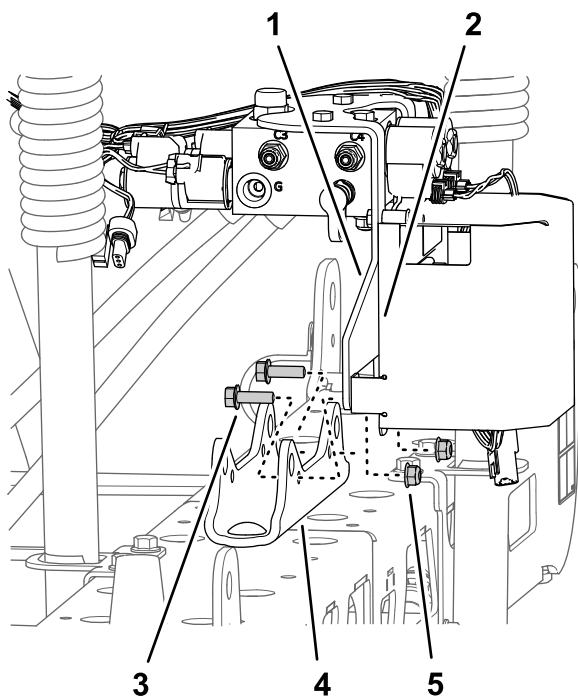

Figura 42
- **Per le macchine con kit di allineamento delle barre Ultra Sonic Boom opzionale:** rimuovete i 2 dadi di bloccaggio flangiati (5/16") e 2 bulloni a testa flangiata (5/16" x 1") che fissano la staffa di supporto per il collettore di sollevamento delle sezioni e la staffa del controller TEC al supporto del cilindro e separate il collettore e la staffa dal supporto del cilindro (Figura 42).